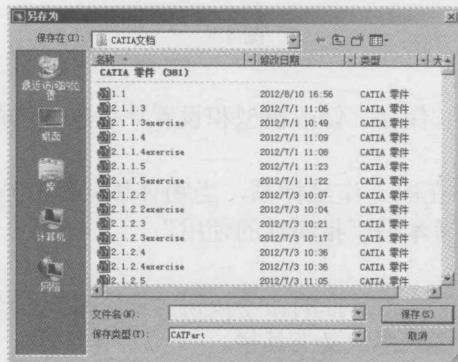

图 1.7
Step 01 选择“文件→保存”命令（或单击“标准”工具栏中的 按钮），系统弹出如图 1.7 所示的“另存为”对话框。